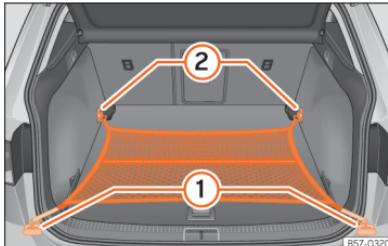

Fig. 173 Na bagageira: saco de rede fixado rente ao piso.
- Fixe os ganchos da rede nas argolas de fixação ➤ Fig. 173 ① e ② ➤ △. O fecho de correr do saco deve ficar voltado para cima.